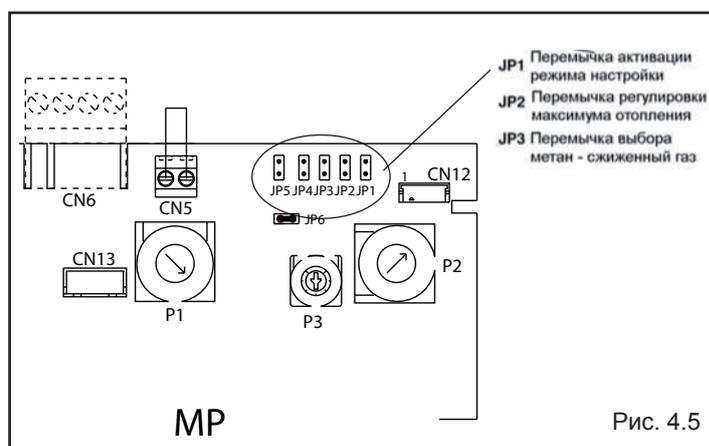

Рис. 4.5
- Установите перемычку JP1 (рис. 4.5), при этом ручки, расположенные на панели управления, начнут выполнять функции регулирования минимума и максимума для режима отопления; На дисплее появляется ADJ  чтобы показать, что регулировка выполняется
- Установите перемычку JP2 (рис. 4.5)
- На плате управления (рис. 4.5):